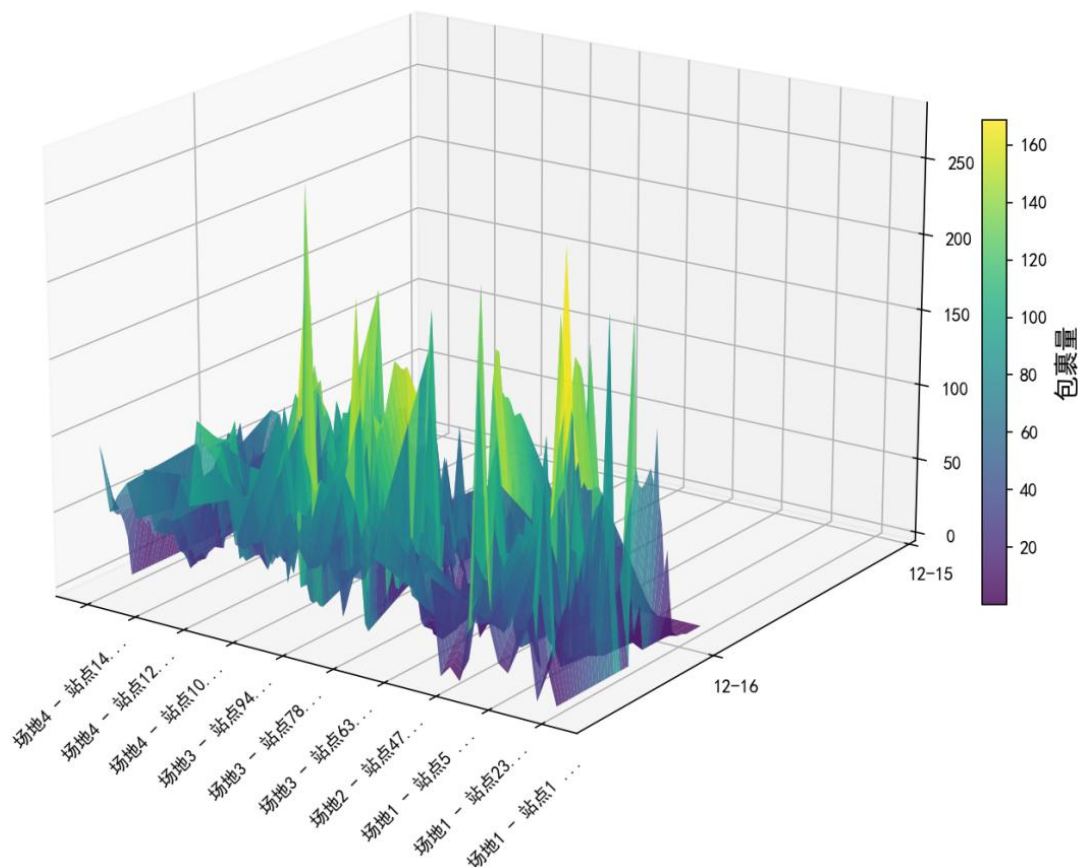
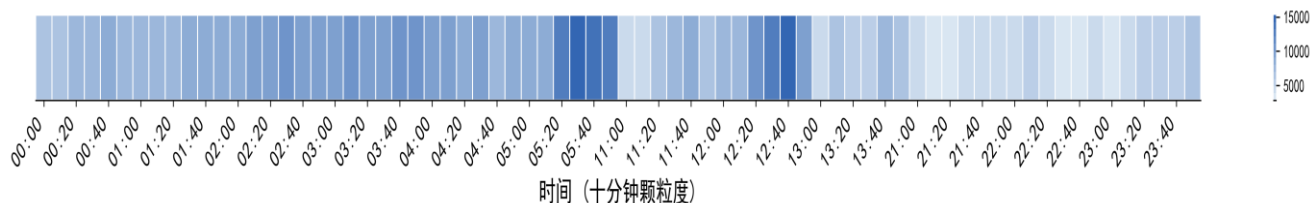

图 4 具体线路包裹量分布图
图 5 全部线路包裹量热力分布图
观察表 1 和表 2 结果我们可以看出，场地 3-站点 83 不同时段线路的货量同样呈现出存在季节性变化与固定时段高峰值特征，我们在图 4 中具体绘制了预测结果的变化，发现与历史实际趋势较为相似，结果具有较高可靠性。同时我们绘制了具体线路包裹分布图和全部线路包裹分布热力图如下所示：
通过图 4 和图 5 我们可以看出总包裹数量和独立包裹产生的具体时间分布，可以确定出包裹生产的高峰期和低谷期，为我们问题二调度方案的动态选择提供合适的依据。
在观察问题一所得结果（图 4 和图 5）实际上包裹的产生是存在其峰值和平缓期的，这给我们带来启发我们的贪心策略的实现可以优先从高峰区进行串点组合和自有车辆的分配然后过度到平缓区域以达到最大的车辆周转率和包裹率最大化，实际上这一想法在路径规划，实时数据分析，网络监控，日志处理被广泛应用，可以快速的识别出包裹量高峰时期，而 Misra & Gries' s (MG) 算法[6]则是其中一个常用的算法，借助此我们可以将其与我们的贪心策略结合构建贪心-MG 算法。